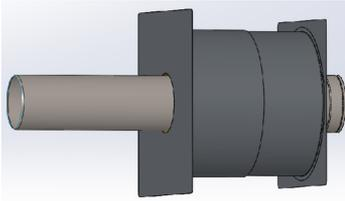
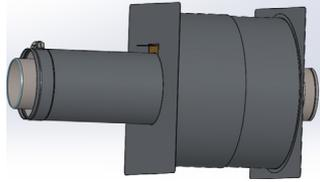
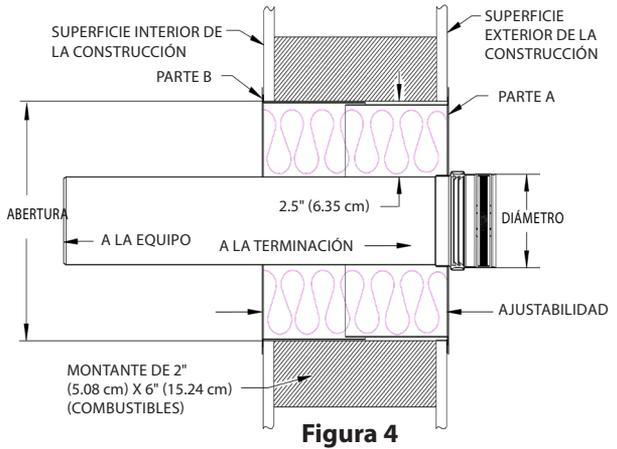

Figura 4a - Guardacabo de pared simple FSW
Figura 4b - guardacabos de doble pared W2 a/AVL
Figura 4
2. Corte la abertura para el guardacabo de pared, para permitir que las lengüetas espaciadoras que sobresalen de la placa exterior se asienten cómodamente dentro de la abertura. (Consulte la **figura 4** para ver un diagrama de instalación, la **figura 4a** para el cortafuegos mural de pared simple FSW y la **figura 4b** para el cortafuegos mural de pared W2). La abertura para el guardacabo de pared individual debe ser 5" (12.7 cm) más grande que el diámetro de ventilación y (**consulte la Tabla 3**), para un guardacabo de pared W2, la abertura debe ser 6" (15.24 cm) más grande que el diámetro de la ventilación.
5. Para interior de el cortafuegos mural de pared simple (figura 4a), desde el interior, deslice el manguito de la pieza B sobre el manguito de la pieza A hasta que la placa de la pieza B quede enrasada con la superficie la estructura. Para el cortafuegos mural de pared W2 con AVL (figura 4b), desde el interior, alinee la lengüeta de la placa exterior de la pieza B con la abrazadera exterior y, a continuación, deslice la pieza B sobre la pieza A. Doble la lengüeta hacia dentro para ocultar el aislamiento si lo desea. Fíjelo con tornillos o clavos.